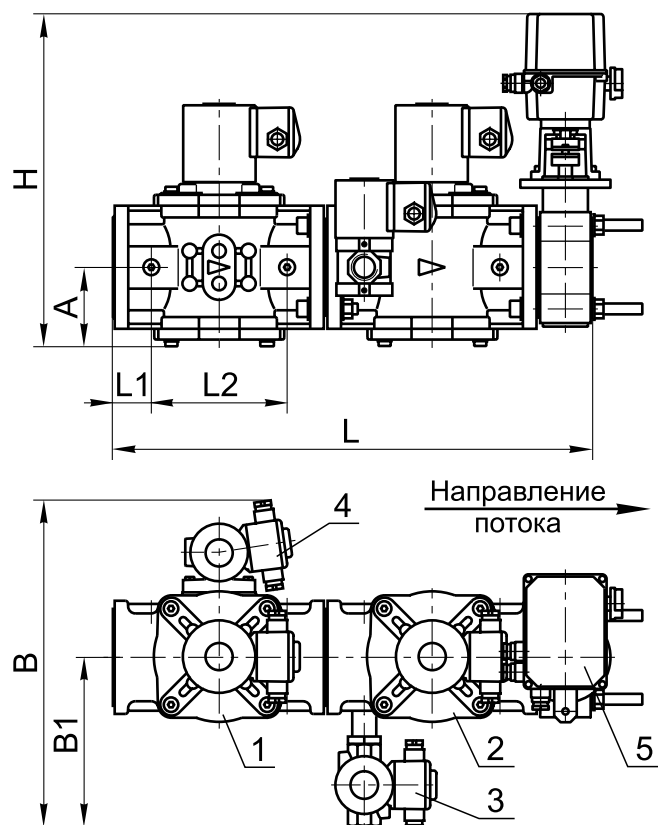

Рис. 11-96
Блок (рис. 11-96, 11-97) состоит из следующих основных узлов и деталей:
- справа по ходу газа (рис. 11-96);